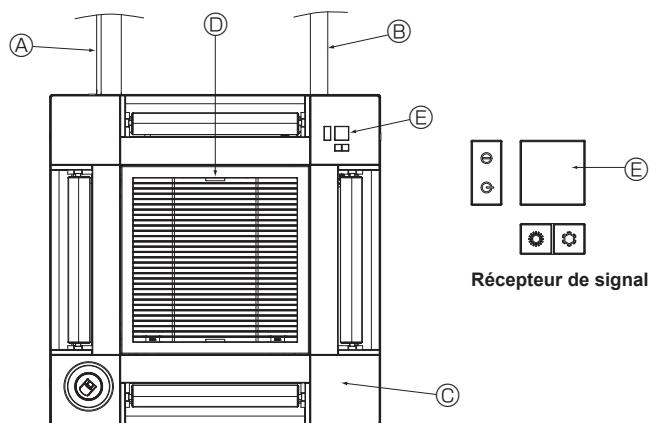

Fig. 10-17
10.5. Installation de la grille d'aspiration (Fig. 10-17)